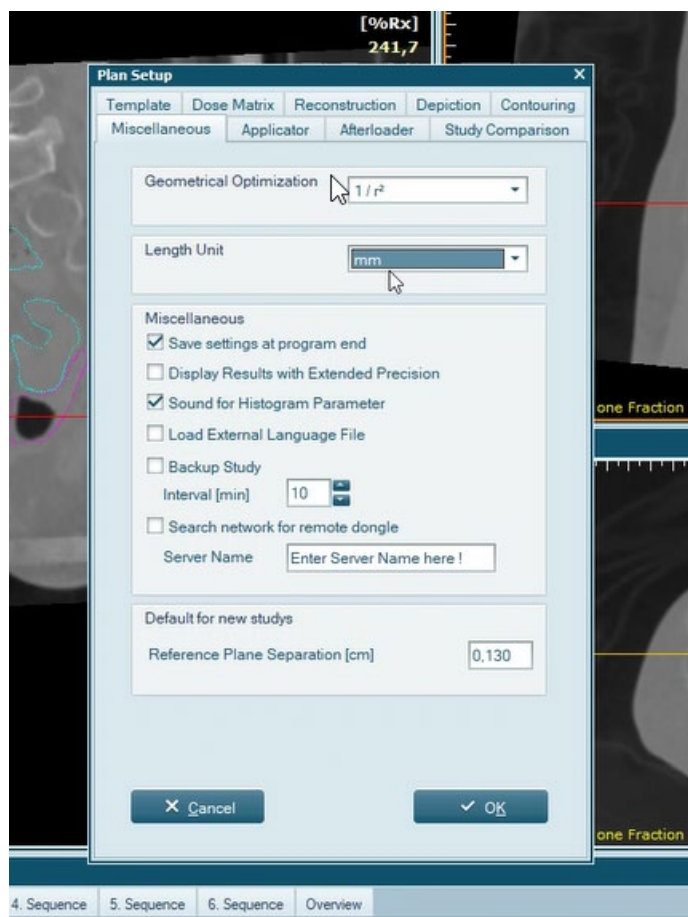

Figura 3 Sección Plan Setup, en Miscellaneous, la Unidad de Longitud
2. De no ser así, en la sección *Configuración del plan*, en *Varios*, asegúrese de que la *Unidad de longitud* está establecida en centímetros (consulte la Figura 3). Una vez establecida o revisada esta configuración, no habrá problemas al importar imágenes de TC (Paso 3 no es necesario).